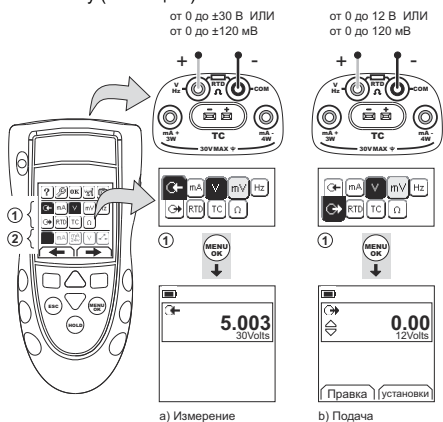
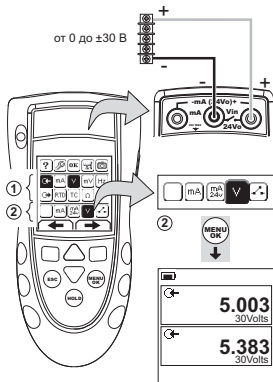

Рисунок 4: Пример конфигурации - Для измерения/подачи вольт или мВ (Область ①)
Рисунок 5: Пример конфигурации - Для измерения вольт (Измерение/генерация, область ②)
1. Подключите прибор (Рисунок 4 и Рисунок 5) и, при необходимости, отрегулируйте Настройка (Таблица 1).